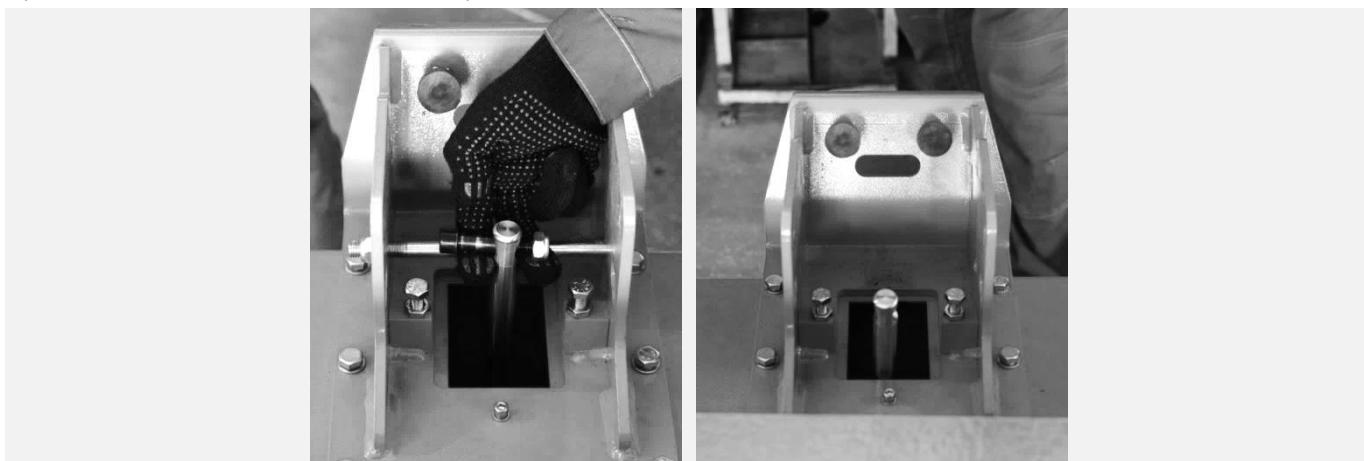

Рисунок 7
**ВНИМАНИЕ!** При последующей сборке соблюдать очередностью размещения шайб на оси колонны (см. Рисунок 7).